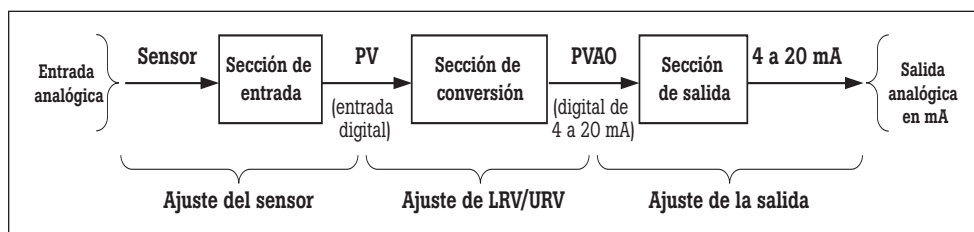

Figura 17.
**Este ejemplo se aplica a instrumentos utilizados en modo analógico (4 a 20 mA).** Si el instrumento funciona en modo digital, es decir, si su PV es la variable de salida que se utiliza para el control, solo será necesario calibrar la Sección de entrada. La regulación requerirá un ajuste del sensor, (consulte la Figura 17), lo que significa que, para los instrumentos no compatibles con el calibrador 754, deberá utilizar tanto un calibrador 754 (para realizar las pruebas del Valor encontrado y Valor dejado, y registrar los resultados) como un comunicador (para realizar el ajuste del sensor).